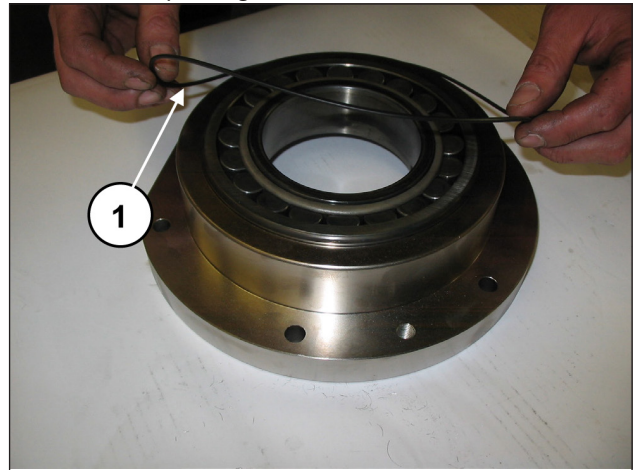

Fig. 72
Appliquer le joint torique à l'extérieur du couvercle de support de coussinet (rep. ①, Fig. 72).